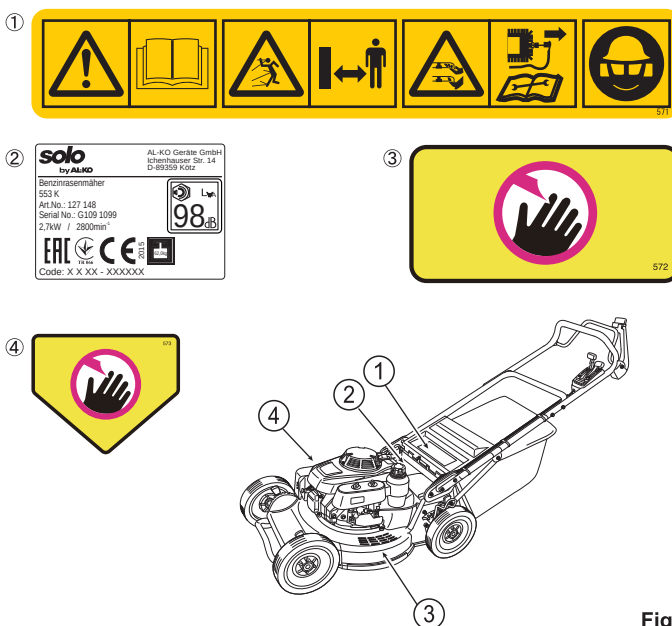

Fig. 1
- Etiquetas de segurança estão afixadas no cortador de grama, como ilustrado na **fig. 1**.